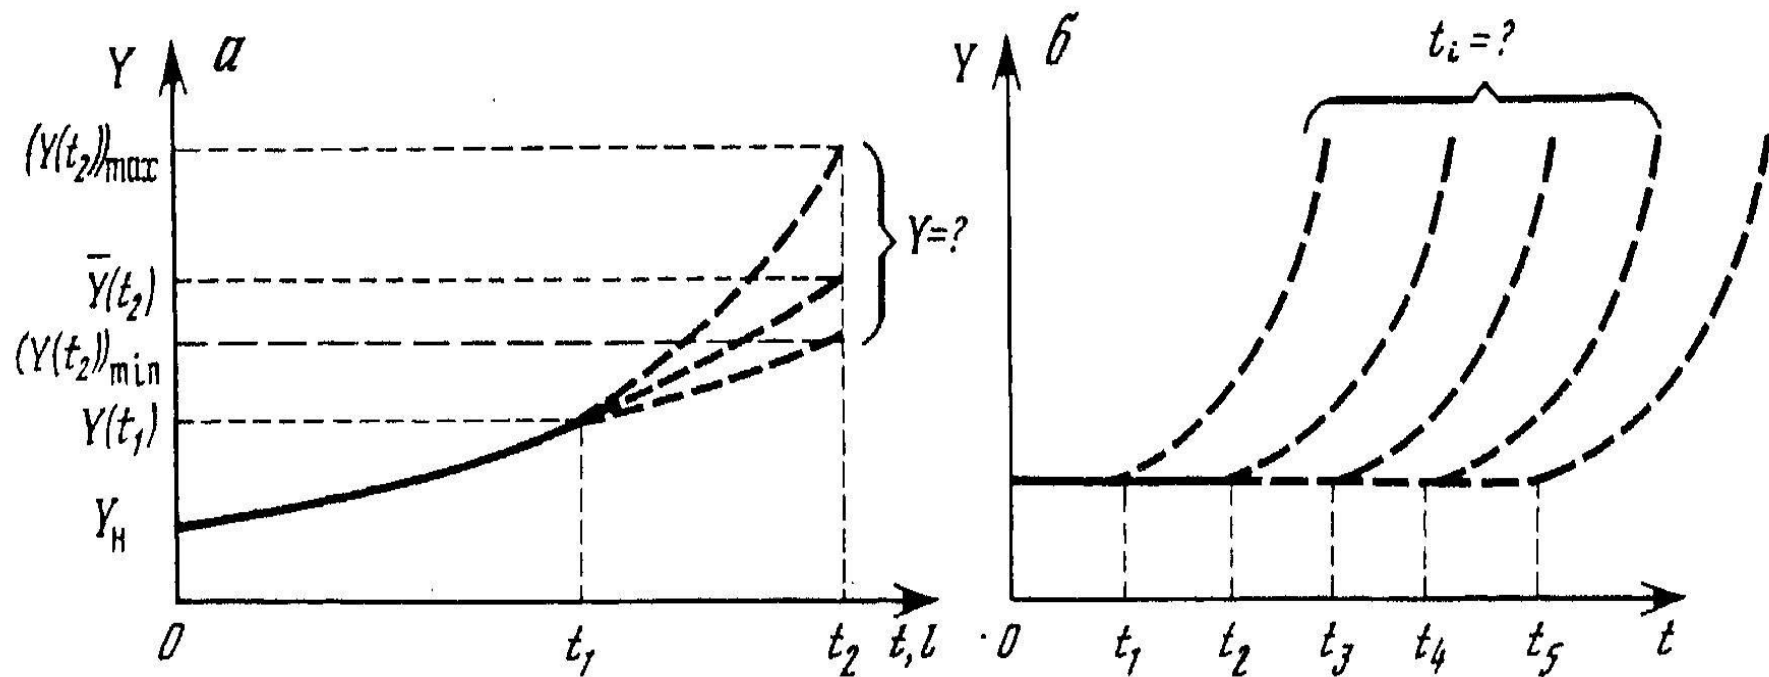

Рис. 3.5. Изменение параметра технического состояния при постепенных (а) и внезапных (б) отказах
4. Характер изменения параметра технического состояния (рис. 3.5)	4.1. Постепенные 4.2. Внезапные